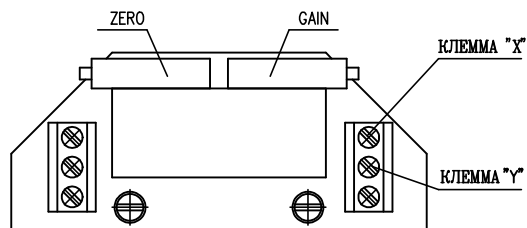

Рис.5
**3.4.2 EPV - 3-проводниковое включение (рис.5)**
- Установте датчик сопротивления на основании инструкций в предыдущей главе так, что величину сопротивления измеряйте на клеммах X-Y (рис.5). (употреблен датчик с сопротивлением 2000Ω или 100Ω)
- Поворачиванием устанавливающего триммера ZERO (рис.5) установте величину выходного сигнала тока, измеряемого на клеммах 81-82, на величину 0 мА или 4 мА.
- Поворачиванием устанавливающего триммера GAIN (рис.5) установте величину выходного сигнала тока, измеряемого на клеммах 81-82, на величину 20 мА или 5 мА.